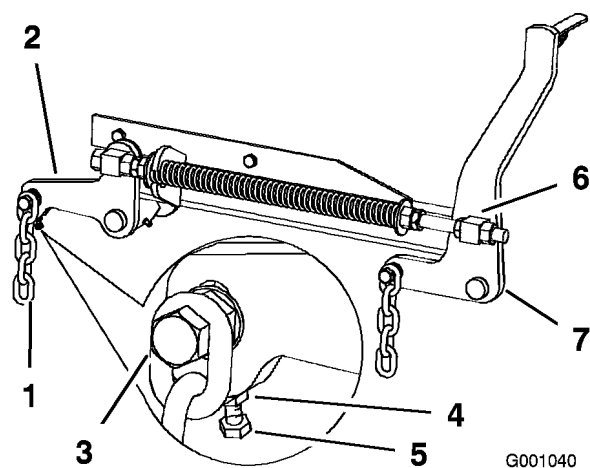

Figura 78
- Si las medidas realizadas en las posiciones **B** o **C** no son correctas, afloje el perno que fija la cadena trasera al brazo de soporte trasero (Figura 78).
- Afloje la contratuercas situada debajo del brazo de soporte trasero y ajuste el perno de ajuste hasta obtener una medida de 79 a 82 mm (Figura 78).
7. Afloje las contratuercas de pivote delantero, en la parte delantera de los pivotes derecho e izquierdo, aproximadamente 13 mm (Figura 78).
8. Ajuste las tuercas de elevación en el lado izquierdo y derecho de la máquina hasta obtener una distancia de 6 a 10 mm menos en la parte delantera en **A** que en la parte trasera, en **B** (Figura 78).